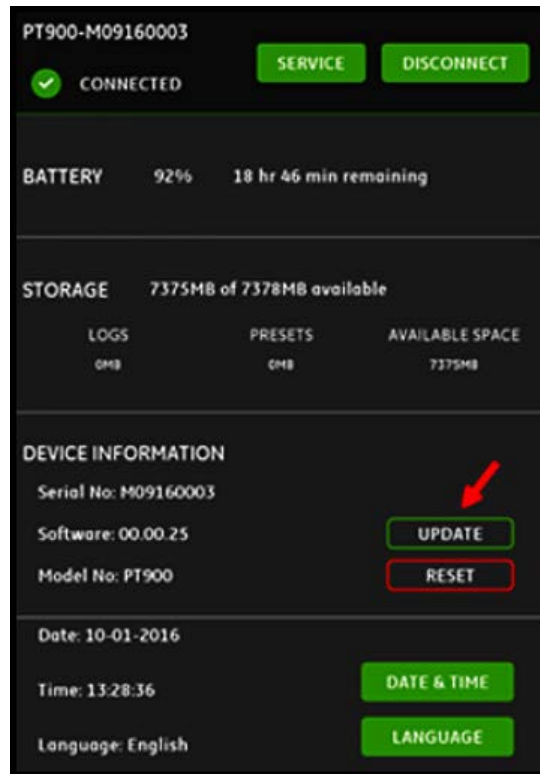

Figura 106: Botón ACTUALIZAR del menú TRANSMISOR
4. En el menú TRANSMISOR de la aplicación, pulse el botón ACTUALIZAR (véase Figura 106 más abajo) para comenzar la actualización.